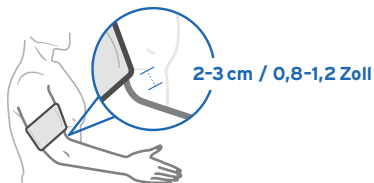

Abbildung 1.2
3. Wickeln Sie die Manschette um Ihren linken Oberarm und achten Sie dabei darauf, dass sich der Luftschlauch an der Innenseite Ihres Arms befindet. Der Gummischlauch sollte sich an der Innenseite Ihres Arms befinden und bis nach unten zur Hand verlaufen. Der untere Saum der Manschette sollte sich etwa 2-3 cm / 0,8-1,2 Zoll über Ihrem Ellbogen befinden. [Abbildung 1.2] Das Symbol  am Rand der Manschette muss über der Arterie platziert werden, die an der Innenseite des Arms verläuft.